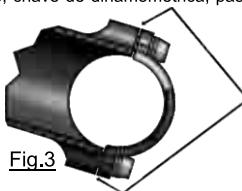

Fig.3
PASSO 5 - Aplique a tampa do avanço e segure o guiador enquanto aperta os parafusos com incrementos pequenos, de modo a manter o mesmo espaçamento entre os 4 parafusos - ver fig. 3.